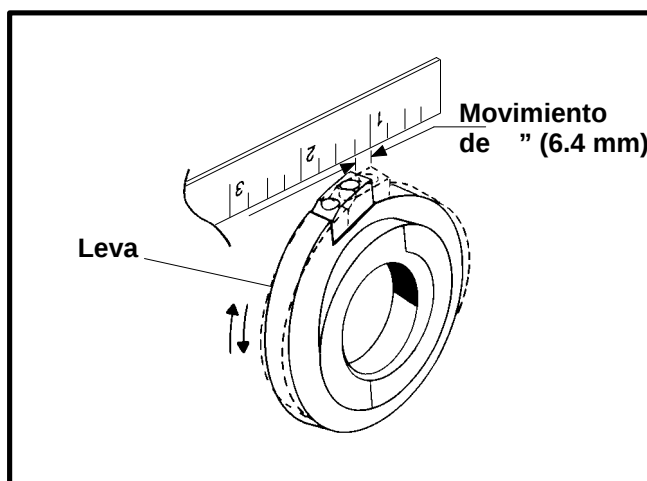

Figura 20
3. Levante el estárter de tal manera que no interfiera con el movimiento de la leva. Ajuste la tuerca lo suficientemente que pueda permitir que la leva se mueva de atrás para adelante aproximadamente $\frac{1}{4}$ " (6.4 mm). Usando una cinta métrica (o regla) verifique el movimiento de $\frac{1}{4}$ " ilustrado en la Figura 20. Asegúrese de que el estárter no interfiera con la parada de la leva.